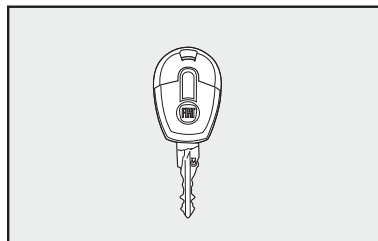

fig. 1
## CHAVES - fig. 1
- Duas chaves **fig. 1**.
A chave **fig. 1** de uso normal no veículo é usada para:
A chave de ignição possui predisposição para instalação de telecomando a distância **fig. 1**.